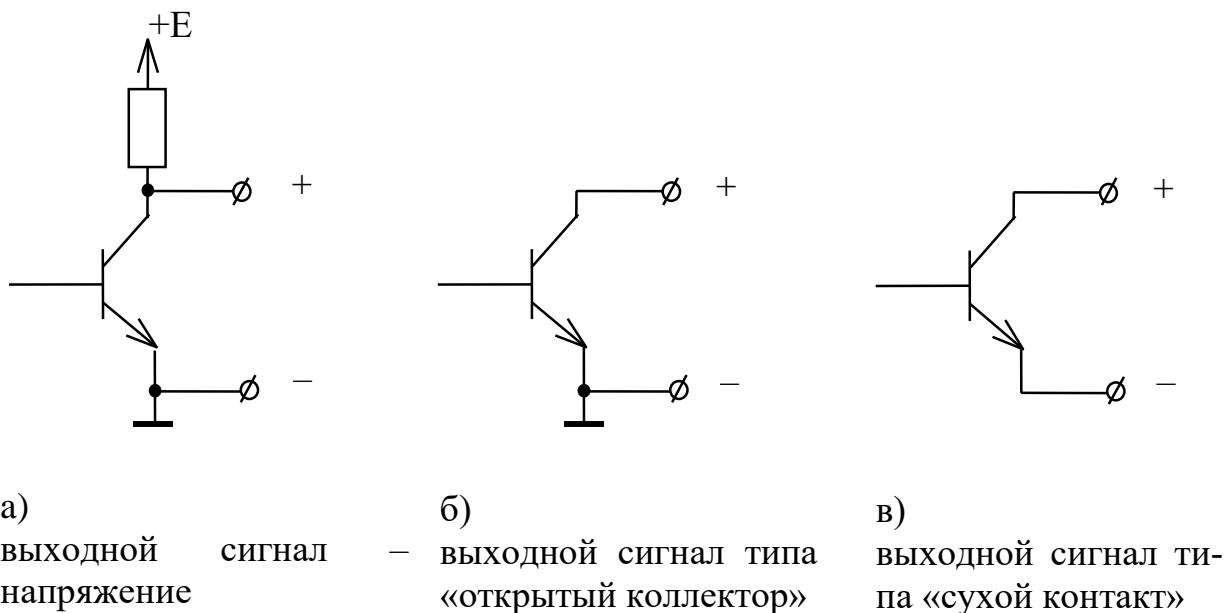

Рисунок 8.14
8.9.1 Выходной каскад схемы дискретного выхода и сигнала признака реверса аппаратно может быть выполнен одним из 3 способов (см. рисунок 8.14):
8.9.2 Конфигурация выходных каскадов (см. рисунок 8.14), выбирается посредством установки/снятия джамперов на плате модуля F/N (таблица 8):